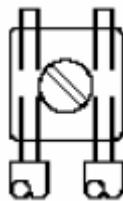

Рис. 1: Схема подключения проводников к клемме оповещателя.
3. Все оповещатели имеют встроенные винтовые контактные клеммы для подключения внешних электропроводов. К каждому контакту допускается подключать до двух проводников сечением 0.75 – 2.0 кв.мм. Перед подключением проводника, необходимо снять с него слой защитной изоляции на 8...9мм. В цепях с контролем целостности, все подходящие и отходящие проводники должны подключаться именно так, как показано на Рис.1. Это необходимо для правильной работы схемы контроля – при изъятии оповещателя, шлейф должен механически повреждаться, поэтому разные участки кабеля должны соединяться между собой не иначе как через клеммы оповещателя.